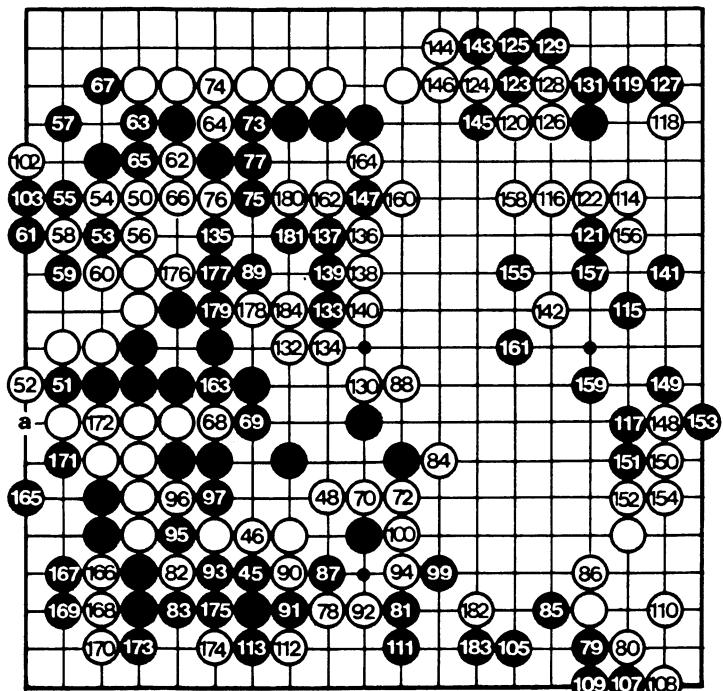

Figure 2: coups 45 à 184 / 98 : Ko en 82 ; 104 en 82 ; 106 connecte en 95.
**Les points de coin : forces et faiblesses (figure 2).** Il reste en
"a" (figure 2), mais le sacrifice 166-170 le force à répondre, et Hashimoto tue allègrement le